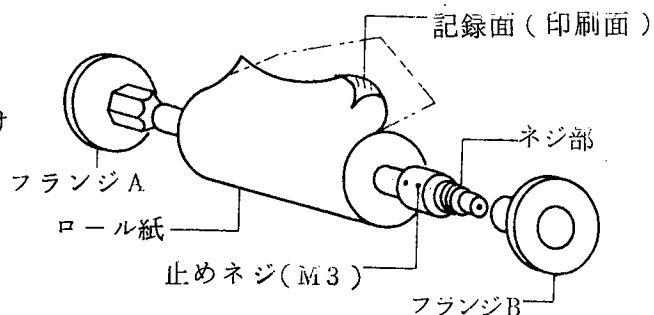
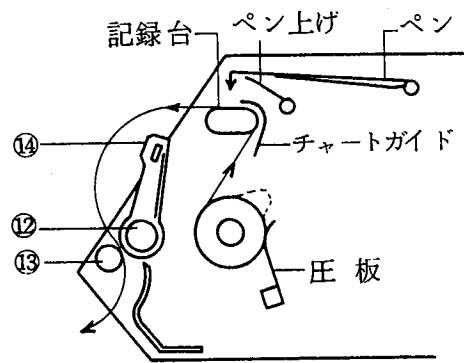
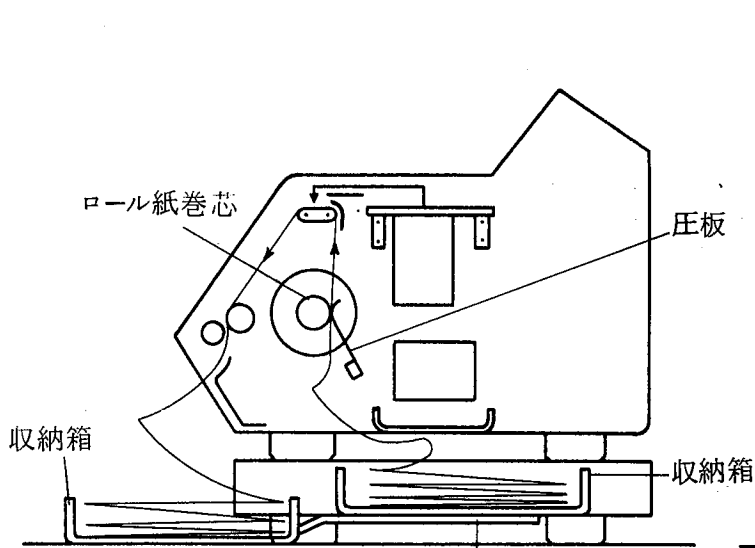
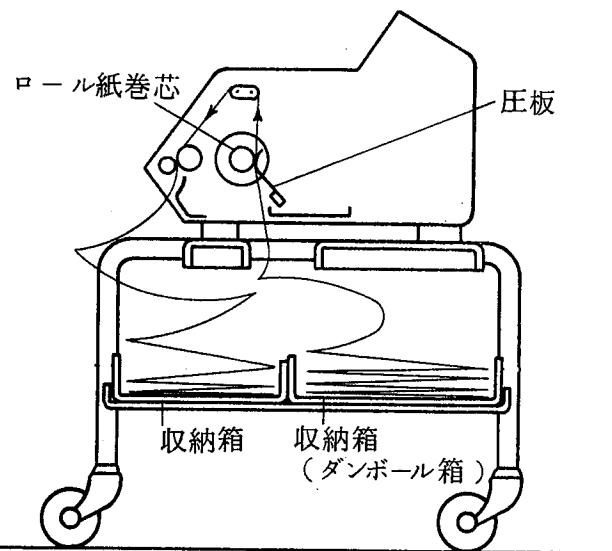

図 6-2
図7
図 8 収納ケース併用の場合
図 9 台車併用の場合
(2) ストックローラを持ち手前に引くと取り外せます。
(3) 図6-2のようにストックローラに記録紙を装着してください。このときフランジ(B)を回して充分締めつけてください。
(4) 次に器内のストックローラ受けに押し込んでください。
(5) 圧板は紙幅の中心に位置を調整してください。
(6) 器内にストックした記録紙はPEN押ボタン⑨, CHART RELEASEボタン⑩を押してペンを上げ、圧着ローラ⑬を離してから図7の経路(矢印方向)に沿って引き出してください。
(7) CHART SETボタン⑩を押すと圧着ローラ⑬が作動し、記録紙を送り出せる状態になります。
従ってストックされたロール紙にたるみ(図7の点線)のないよう十分記録紙を外に引き出してください
- (1) ストックローラにロール紙の巻芯を入れ、フランジ(B)を回し巻芯を十分締めつけてください。
- (2) 折畳み紙を使用するときは収納ケースか台車(いずれもオプション)を併用します。
- (3) 本体を収納ケースまたは台車に載せるときゴム足をコーナに合わせて位置を決めてください。
- (4) 折畳み紙のストックには収納箱を用品ます。図8, 図9のように後側に当てて幅方向の中心に配置してください。
- (5) 記録紙は印刷面を後向きになるようストックした後、ストックローラと圧板の間を通しロール紙と同じ操作で外に引き出します。
- (6) ストックローラのフランジA, B間が紙幅に比べて狭いときは図6-2の止めネジ(2個)を付属の六角レンチで弛めて調整してください。
- (7) 圧板は紙幅の中心になるよう位置を調整してください。